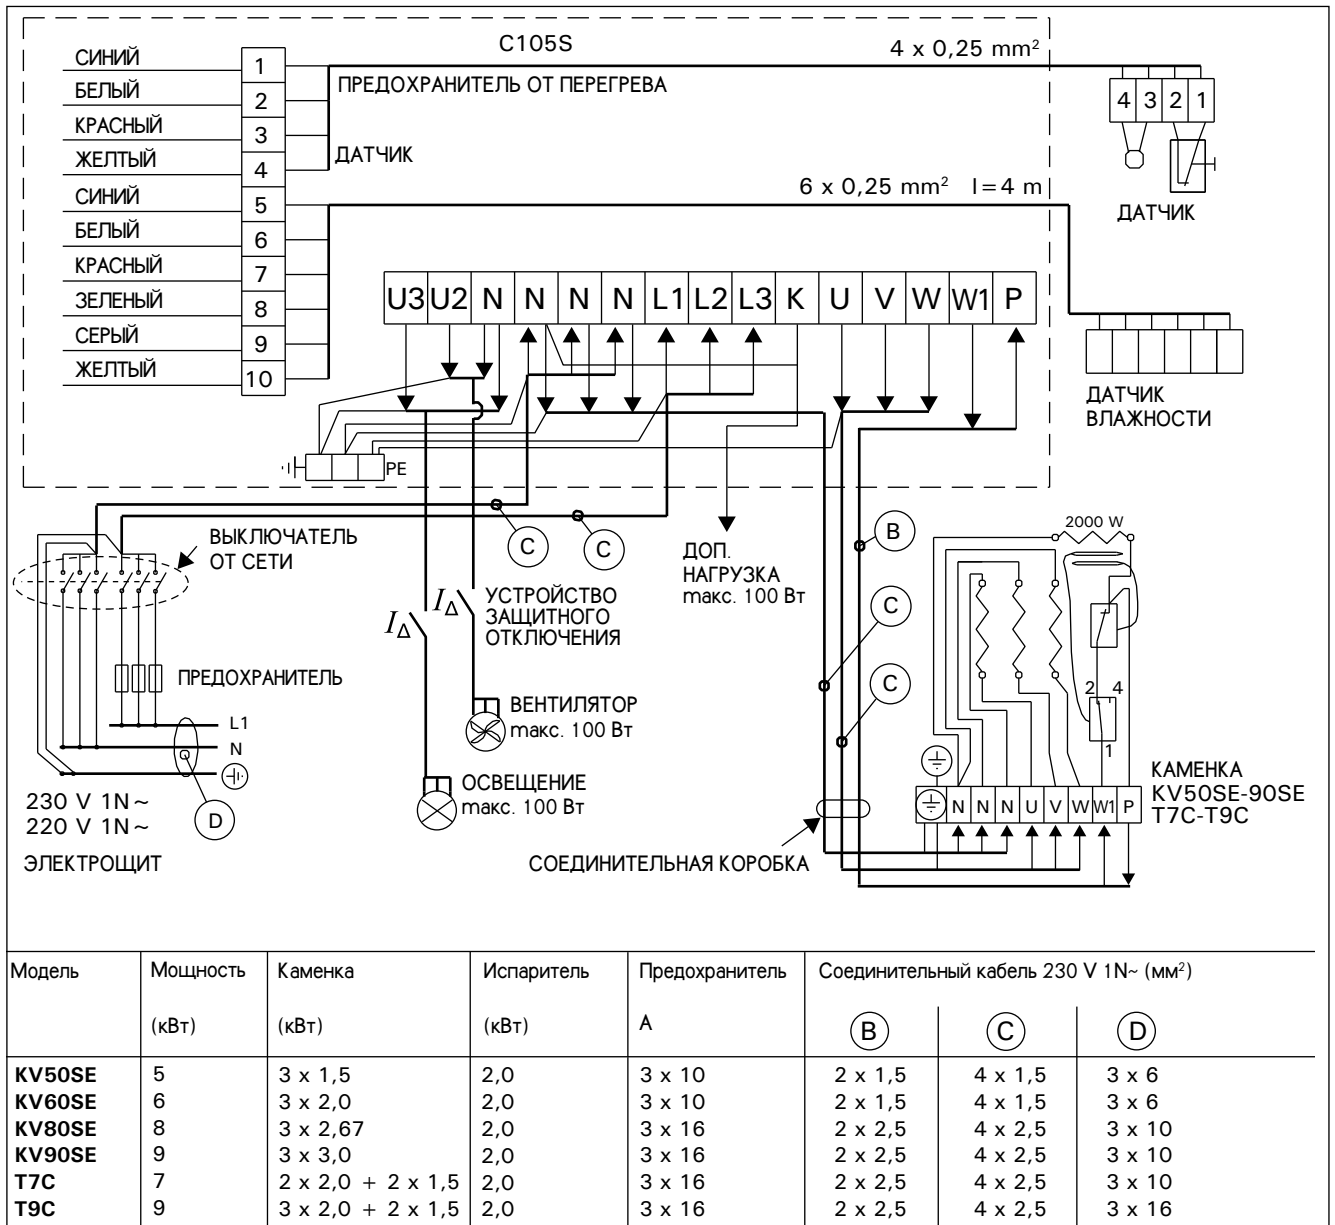

Рисунок 12. 1-Фазная сеть
**ВНИМАНИЕ! При 1-фазном подключении подачу энергии на пульт управления следует оснастить многополюсным сетевым выключателем. См. рис. 12.**